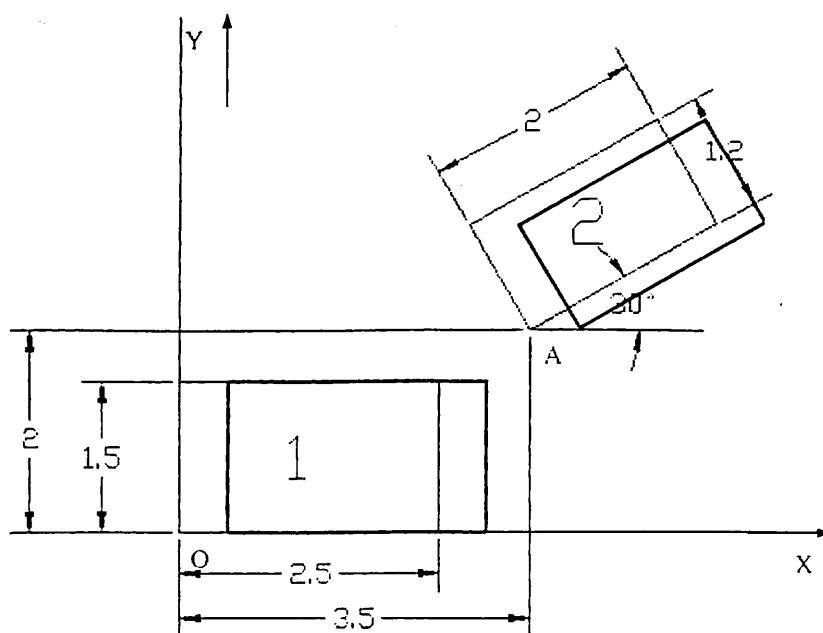

图 2
10. 试写出将图 2 中矩形框 1 经平移、缩放和旋转变换到矩形框 2 的二维图形变换矩阵。(基点为 O 到 A) (15 分)